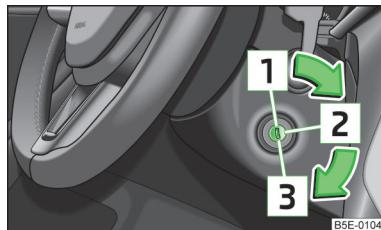

Fig. 115
■ Durante la marcha con el motor parado, la llave de contacto ha de estar siempre en la posición  » fig. 115 de la página 126 (encendido conectado). Esta posición se indica por el encendido de algunos testigos de control en el cuadro de instrumentos combinado.
■ El motor de arranque sólo se debe accionar estando parados el motor y el vehículo. Si se acciona el motor de arranque con el motor en marcha  » fig. 115 de la página 126, puede resultar dañado el motor de arranque o el motor del vehículo.
Motores de gasolina » fig. 115
Motores diésel » fig. 115
Si la **dirección está bloqueada** y no se puede girar la llave de contacto hasta la posición  » fig. 115 o resulta muy difícil, se debe mover ligeramente el volante hacia los lados para liberar el bloqueo de la dirección.
- Conecte el encendido  » fig. 115 de la página 126.
Pare el motor girando la llave de contacto a la posición  » fig. 115 de la página 126.